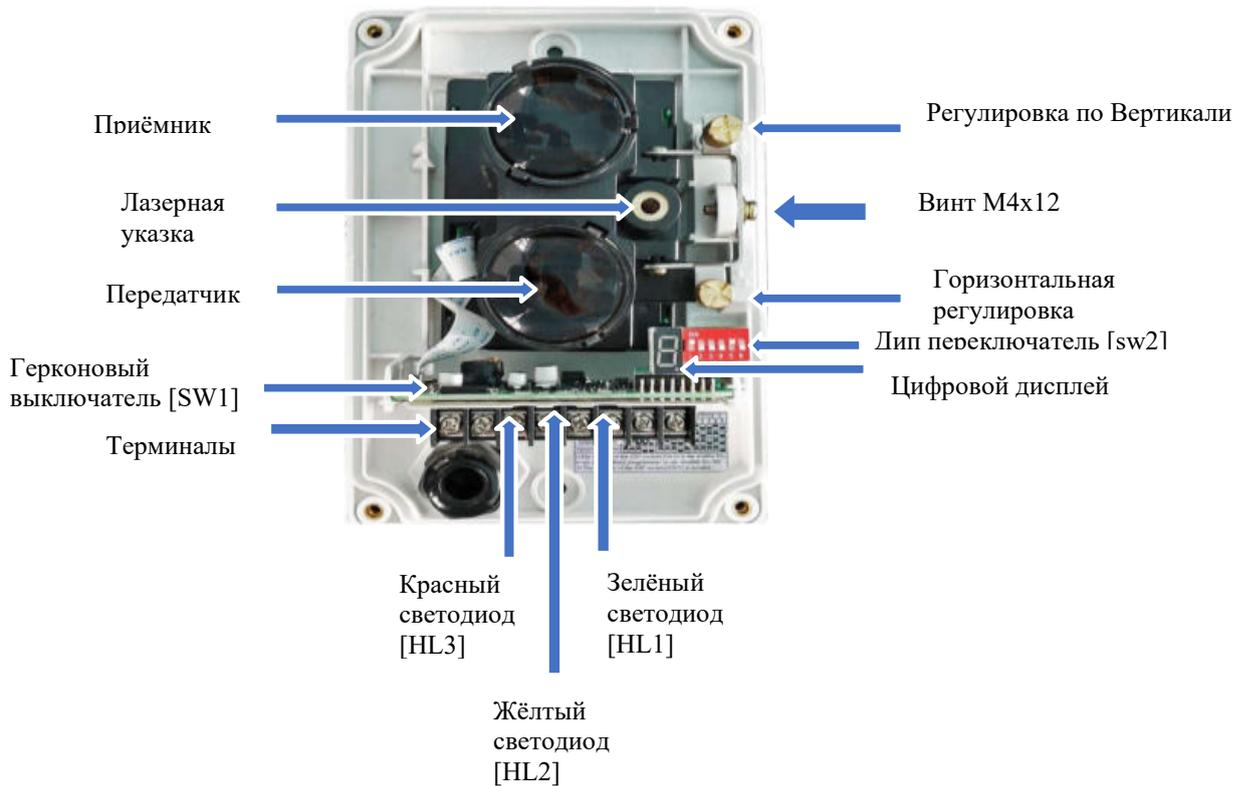

Рисунок 13: Имена и расположение
- a. Используя прилагаемые непрозрачные/полупрозрачные материалы, покройте половину балки непрозрачной частью материала. Сразу после этого загорается желтый светодиод [Fault], указывающий на сигнал неисправности. [Реле сигнализации о неисправности [GZ1 и GZ2] защелкнется и перейдет в нормальное состояние]. См. рисунок 13.